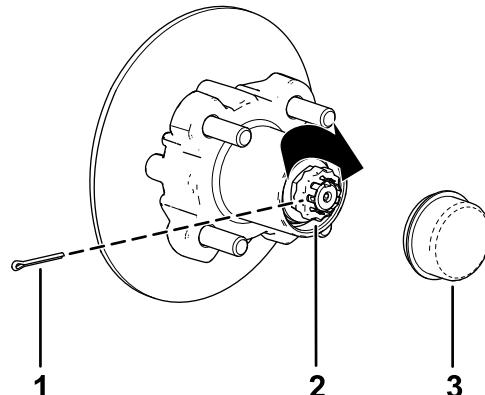

Figura 41
- Montate il fermo sul dado e controllate l'allineamento della scanalatura sul fermo con il foro del mandrino per la coppiglia (Figura 41).
- Montate la coppiglia e piegate ciascuna asticella attorno al fermo (Figura 41).
- Montate il coperchietto antipolvere sul mozzo (Figura 41).